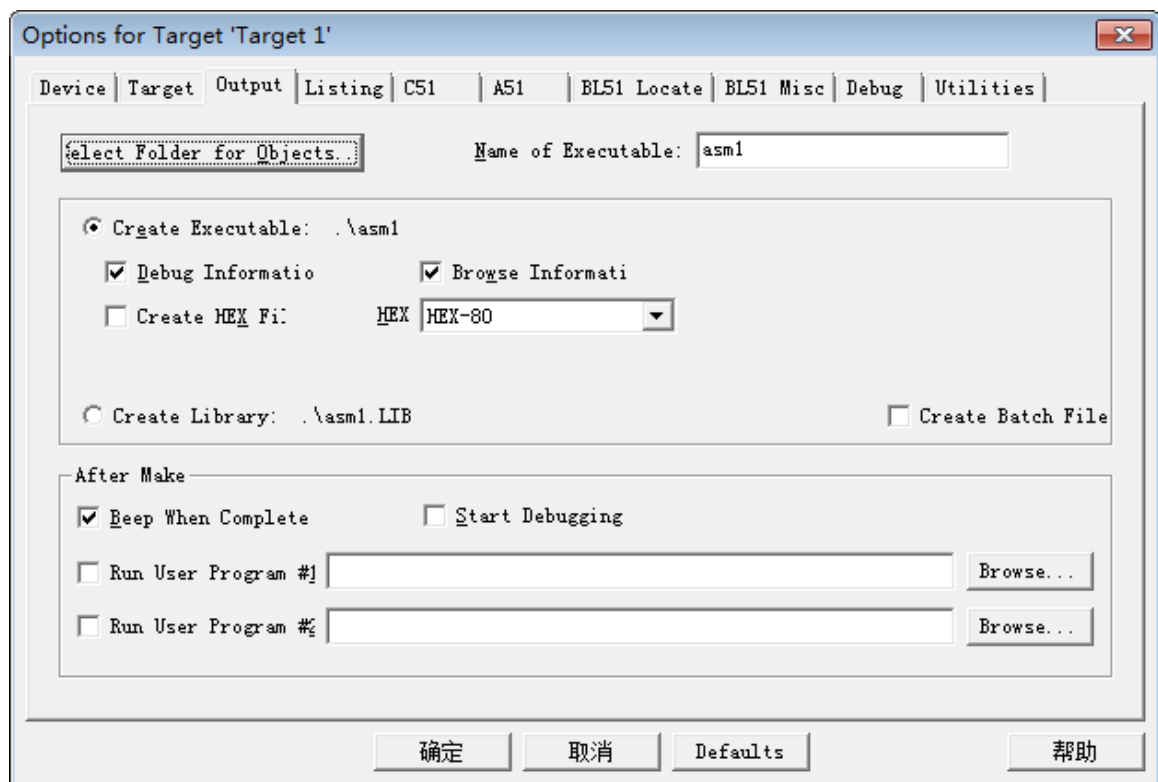
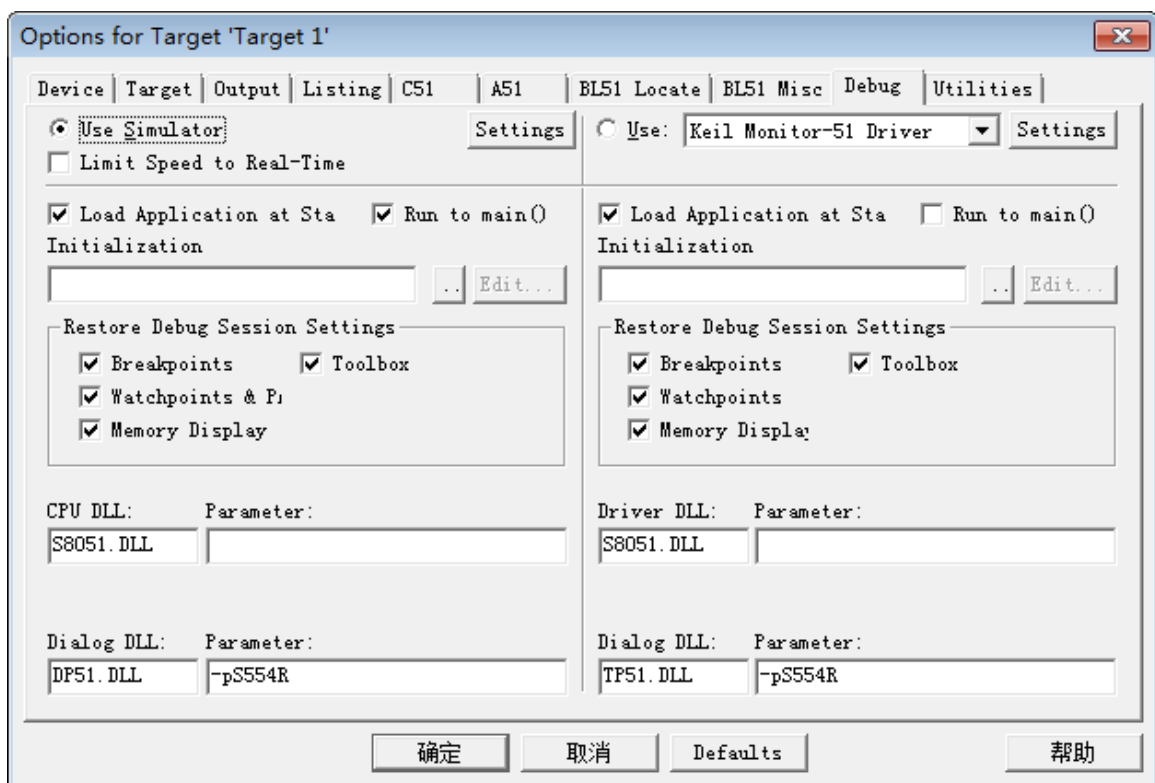

图2-1-9 Keil C51 调试环境设置窗口(Output 标签)
图2-1-10 调试设置窗口(Debug 标签)
(1) 设置编译、链接环境，点击  命令，会出现如图2-1-9 所示的调试环境设置窗口，在这里可以设置目标系统的时钟。单击Output 标签，在打开的选项卡中选中 Create Hex File 选项，在编译时系统将自动生成目标代码*.Hex。点击Debug 标签会出现如图2-1-10 所示的调试模式选择窗口。
从图2-1-10 可以看出，μVision2 有两种调试模式：Use Simulator（软件仿真）和Use（硬件仿真）。这里选择硬件仿真，点击Settings 可以设置串口。